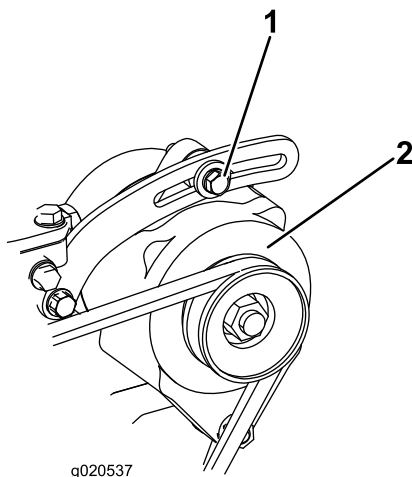

Figure 86
2. Si vous n'obtenez pas une flèche de 10 mm ($\frac{3}{8}$ po), desserrez les boulons de fixation de l'alternateur (Figure 86). Augmentez ou diminuez la tension de la courroie d'alternateur et resserrez les boulons. Contrôlez de nouveau la flèche de la courroie pour vérifier si la tension est correcte.